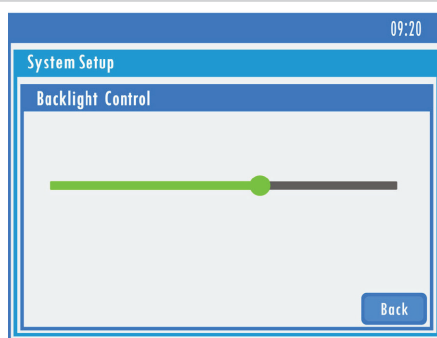

Fig 5-7 Impostazione della retroilluminazione
- **I Impostazione della retroilluminazione:** Fare clic su Retroilluminazione per accedere all'interfaccia, trascinare il punto per modificare la retroilluminazione (**Fig 5-7**).